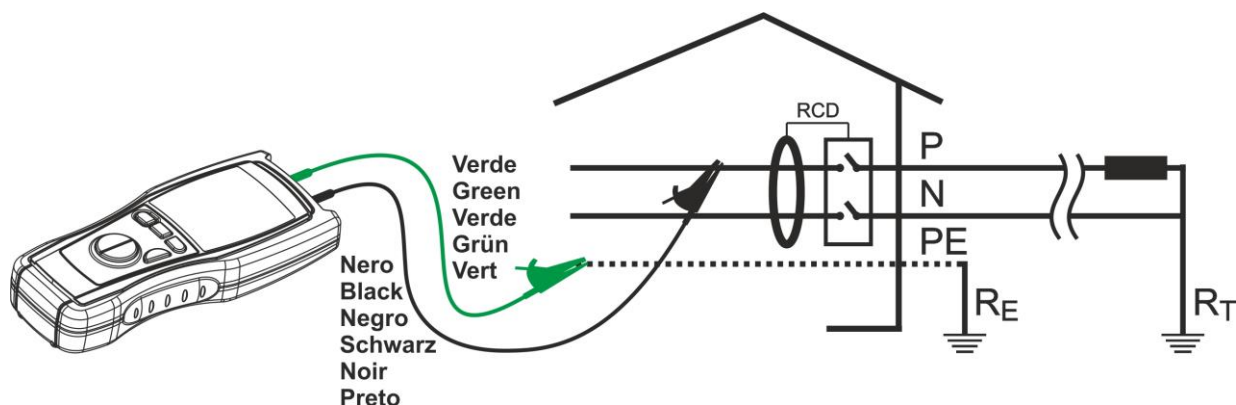

Fig. 11: Ligação dos terminais do instrumento
6. Ligar os terminais do instrumento ao condutor do qual se pretende medir o isolamento (ver Fig. 11)